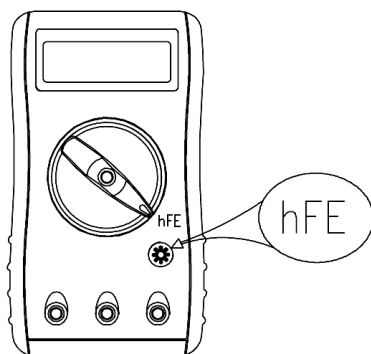

Рис. 8
**Г. Измерение транзисторов (рис.8)**